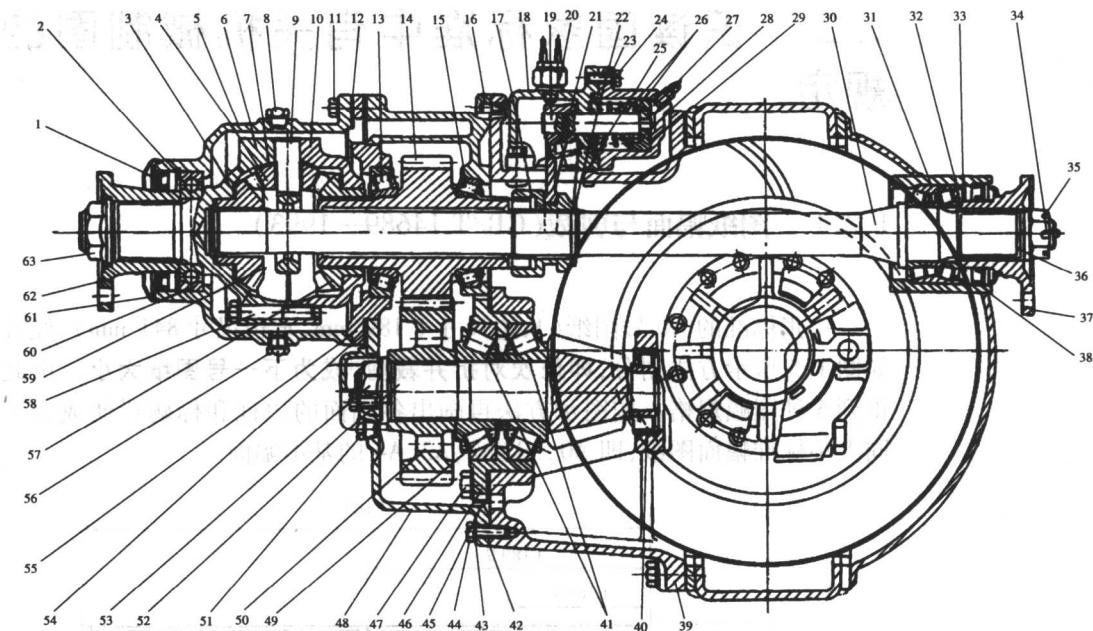

图 1.3 总成装配图(示意)
3) 货车中桥总成装配图 如图 1.3 所示,这类图主要用于产品的设计和装拆指导过程。